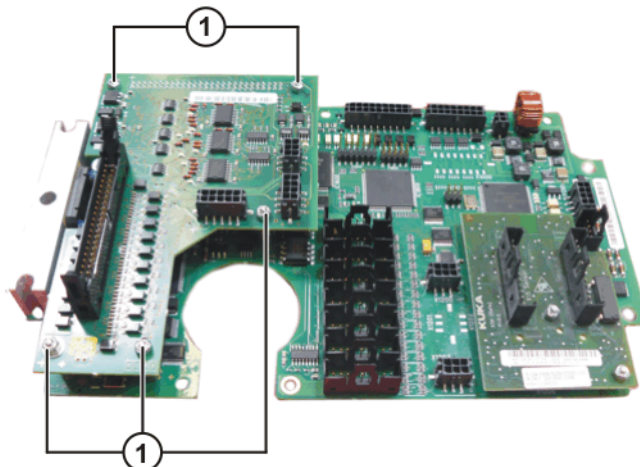

Рис. 11-18: Замена платы I/O-Print
2. Снять шестигранные гайки на плате I/O-Print. (>>> Рис. 11-18)